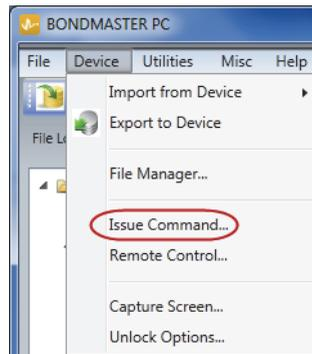

Abbildung 7-12 Menü Device mit Auswahl von Issue Command
1. Im Menü **Device** wählen Sie **Issue Command** aus (siehe Abbildung 7-12 auf Seite 197).